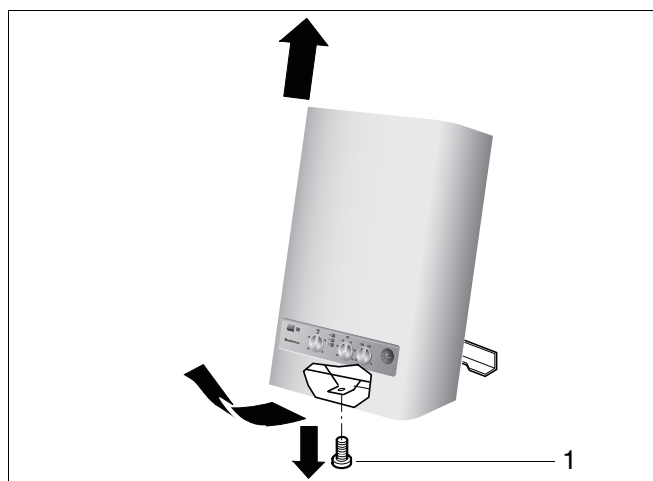

Рис. 15 Удалить облицовку
- Открутить гайку крепления (рис. 15, поз. 1).